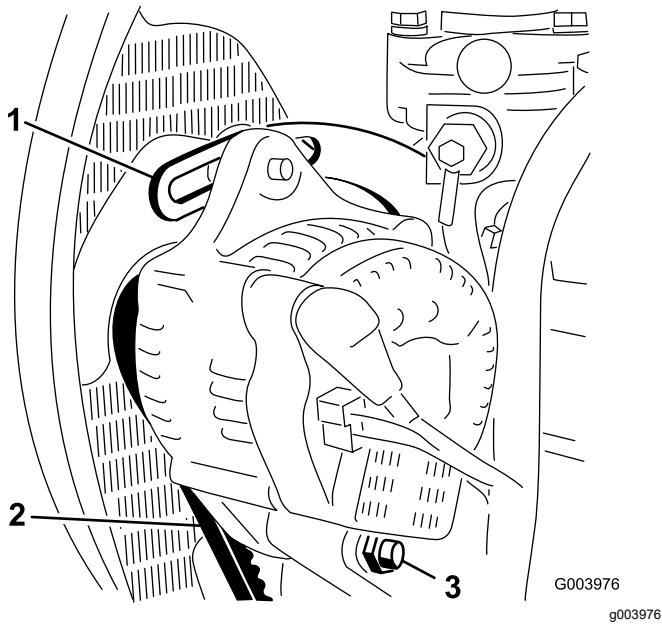

Рисунок 71
2. Проверьте натяжение ремня генератора, надавив на него (Рисунок 71) посередине между шкивами генератора и коленчатого вала с усилием 10 кг.
3. Ослабьте болт крепления скобы к двигателю (Рисунок 71), болт крепления генератора к скобе и болт оси поворота.